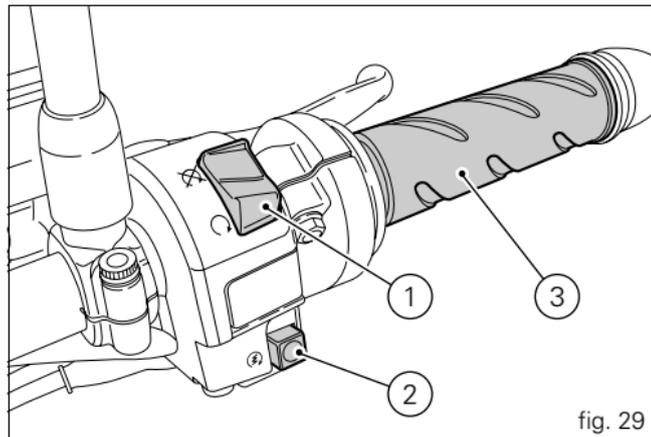

fig. 29
- 2) Accertarsi che l'interruttore d'arresto (1, fig. 29) sia nella posizione  (RUN), premere quindi il pulsante avviamento (2, fig. 29).